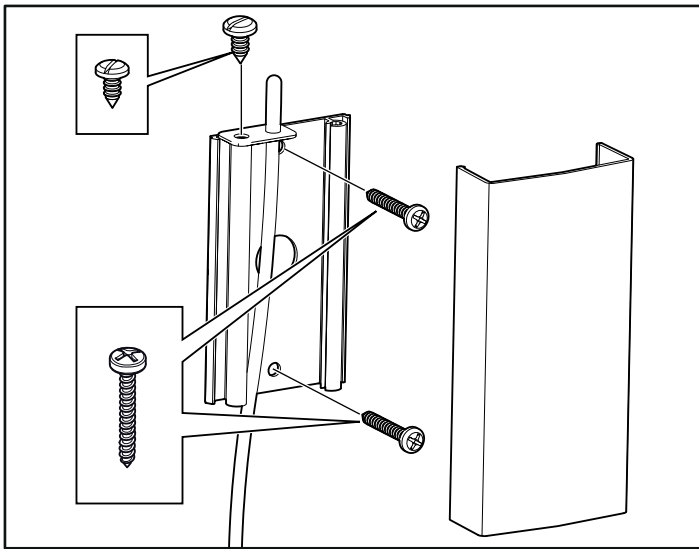
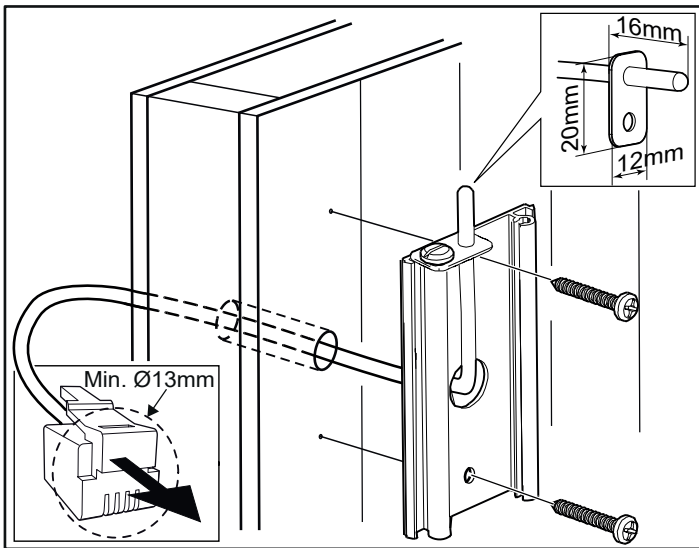

Fig 15: Montering av sensorn
Fig 16: Ledningsdragnings genom vägg.
13. Montera sensorn på väggen se Fig 15. Termistorledningen kan även dras igenom väggen. Täta eventuella hål i väggen bakom sensorn, se Fig 16. Termistorledningen kan förlängas utanför bastun med svagströmsledning (2-ledare).